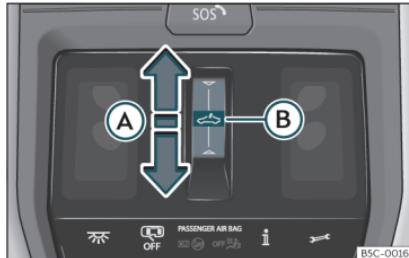

Fig. 92 En el revestimiento interior del techo: tecla del techo de cristal.
- » fig. 92 A.
- Antes de que transcurran aprox. 5 segundos desde la activación de la función antiaprisionamiento, deslice el dedo hacia delante sobre el área funcional  » fig. 92 A y mantenga presionado hasta que el techo se cierre completamente.